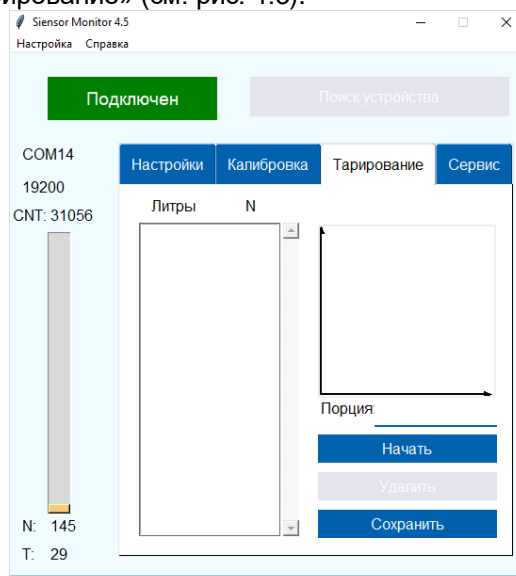

Рис. 4.3 Программа «Sensor Monitor» – вкладка «Тарирование»
4. Откройте вкладку «Тарирование» (см. рис. 4.3).